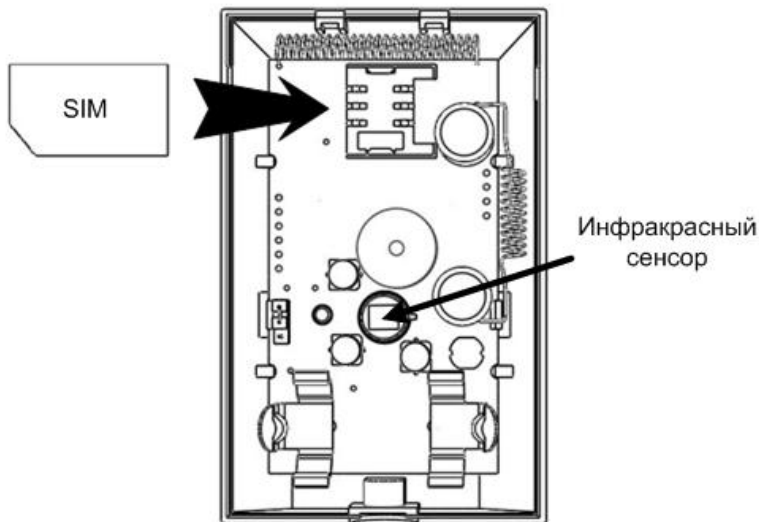

Рис.5 Установка SIM карты
Внимание! При работе с сигнализатором не касайтесь пальцами линзы инфракрасного излучателя (см. рис.5). Это снижает дальность обнаружения.
1. Установите SIM карту как показано на рис. 5
1. Убедитесь, что SIM карта установлена в соответствии с рис.5.